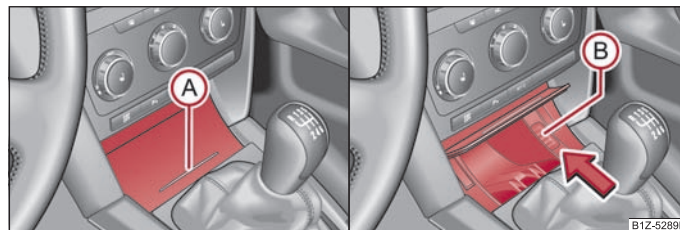

Fig. 83 Consola centrală: Scrumiera faă/Scoaterea scrumierei din faă
- Apăsai pe partea inferioară a capacului scrumierei - vezi poziția (A) ⇒ fig. 83. ►